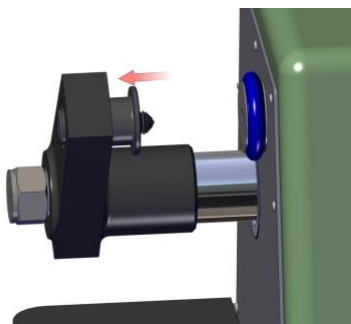
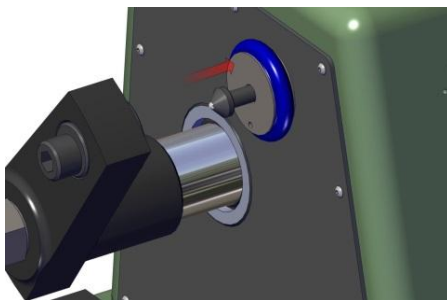
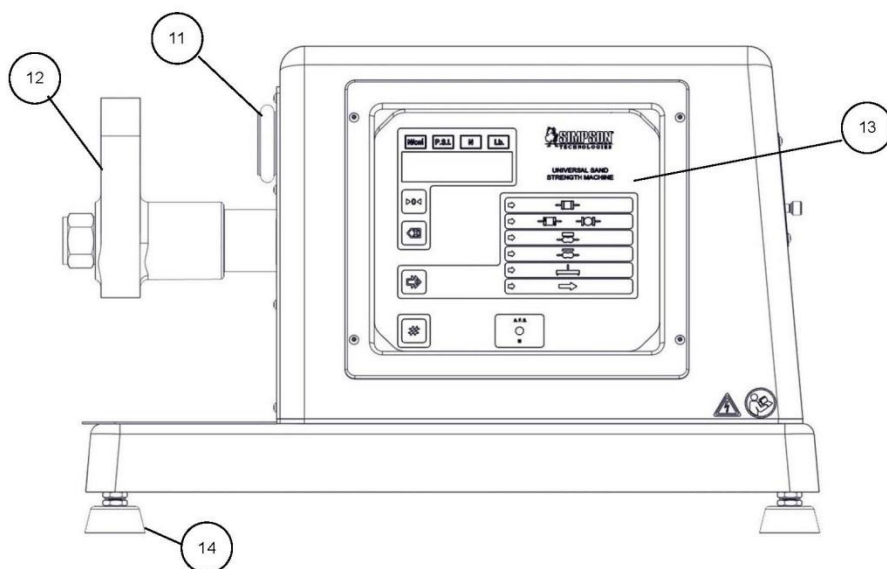

Figure 6.2.1
Figure 6.2.2
Figure 7.3 : Vue avant
3. Après environ cinq secondes, un message de bienvenue ("HELLO") apparaîtra sur l'écran numérique (Figures 7.3 & 7.4, N°13B). Si vous appuyez quatre fois sur n'importe quel bouton pendant que le message "HELLO" est affiché à l'écran, l'appareil de mesure passera en mode d'étalonnage.
4. Lorsque le message "HELLO" disparaît, et si vous avez sélectionné le mode d'étalonnage, trois messages apparaîtront successivement sur l'écran numérique : "SET-UP" ("Réglage"), "CALib" ("Étalonnage") et "rESET" ("Réinitialisation"). Pour sélectionner le mode souhaité, pressez le bouton "Démarrer" (Figures 7.3 & 7.4, N°13F) au moment où le message apparaît sur l'écran.
5. Pour sélectionner le mode d'étalonnage, suivez les indications des Étapes 2 à 5 et pressez le bouton "Démarrer" (Figures 7.3 & 7.4, N°13F) au moment où le message "CALib" ("Étalonnage") apparaît sur l'écran (Figures 7.3 & 7.4, N°13B).
6. Le message "HELLO" apparaîtra de nouveau sur l'écran numérique et l'indicateur lumineux "N/cm²" des Résistances & Forces (Figures 7.3 & 7.4, N°13A) commencera à clignoter. À ce moment, pressez le bouton "Démarrer". Le message "HELLO" apparaîtra de nouveau et sera suivi du chiffre "0", indiquant que l'appareil a été remis à zéro. L'indicateur lumineux "N" (Newtons) (Figures 7.3 & 7.4, N°13A) commencera à clignoter.
8. Remplacez les attaches avec la bille de support ajustable et la bille de support fixe, incluses avec le Mesureur de Force Mécanique, Modèle 42125. Insérez le support ajustable dans le bras de serrage mobile (Figure 7.3, N°12) en le glissant doucement dans le trou de fixation (voir Figure 6.2.1). Il est impératif que les supports d'étalonnage et coniques soient propres et exempts de sable meuble. Insérez la bille de support fixe dans l'orifice situé au centre du support du mors fixe (Figure 7.3, N°11) (voir Figures 6.2.2 et 6.2.3).
11. Installez le mesureur de force entre le support du mors fixe (Figure 7.3, N°11) et le bras de serrage mobile (Figure 7.3, N°12) (voir Figure 6.2.4).
14. Une fois la déviation de 0,01 mm atteints sur le mesure de force mécanique, vérifiez visuellement que l'écran numérique (Figures 7.3 & 7.4, N°13B) affiche la bonne charge en newtons. Si la valeur est incorrecte, suivez l'étape 15 pour régler l'affichage. Si la valeur est correcte, passez à l'étape 16.
- » Diminution rapide - Pressez le bouton "Sélection de l'essai" (Figures 7.3 & 7.4, N°13E)
- » Augmentation lente - Pressez le bouton "Réinitialiser l'affichage" (Figures 7.3 & 7.4, N°13D)
2. Tous les chiffres de l'écran numérique (Figures 7.3 & 7.4, N°13B) et tous les indicateurs lumineux d'essai s'illumineront et s'éteindront une fois.
5. La fonction "SET-UP" ("Réglage") permet de paramétrer le contenu des registres de l'appareil de mesure. Pour sélectionner la fonction "Réglage", pressez le bouton "Démarrer" (Figures 7.3 & 7.4, N°13F) au moment où le message "Réglage" apparaît sur l'écran. L'écran affichera le message "HELLO" suivi par des paires de nombres : le premier chiffre sur la gauche de l'écran numérique représente le numéro de registre ; le dernier chiffre fournit des informations sur le contenu du registre en question. Les valeurs du contenu doivent correspondre au tableau suivant.